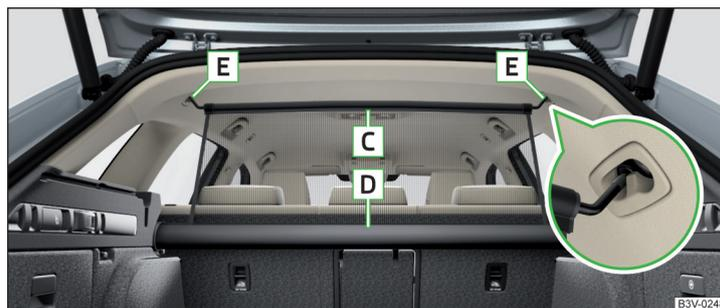

Fig. 150 Filet de séparation sécurisé correctement derrière les sièges avant à l'état tendu
- Tirez sur le filet de séparation par la tige transversale supérieure **C** pour le faire sortir de son boîtier **D** » fig. 150.
- › Tirez légèrement sur la tige transversale vers l'arrière, d'abord sur un côté puis sur l'autre, et sortez la tige transversale des supports **E** » fig. 150.